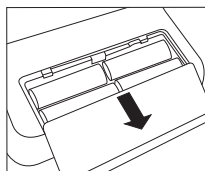

Fig. 1
- Deschideți capacul compartimentului pentru baterii de pe partea inferioară a aparatului (consultați fig. 1). Montați bateriile (consultați capitolul 13, Date tehnice). Respectați polaritatea corectă („+” și „-”) atunci când introduceți bateriile. Închideți compartimentul pentru baterii. Pe ecran se aprinde intermitent 12 h sau 24 h. Acum, setați data și ora, conform descrierii de mai jos.